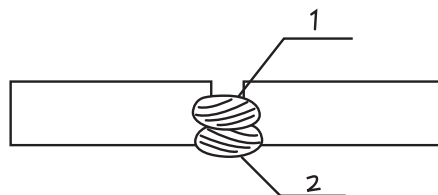

Figura 6
**6° paso - Deposite el resto de los cordones (figura 6).**